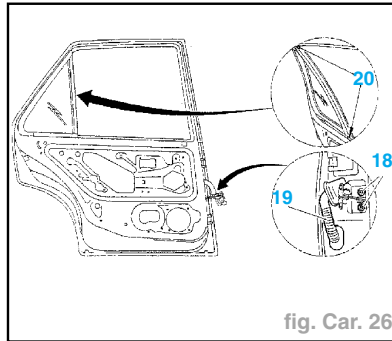

fig. Car. 26
- les écrous (10) (guide galet),
- le clip (11) en le faisant pivoter,
- le clip (12) d'articulation de commande de la serrure,
- la poignée intérieure (13) en désaccouplant la liaison avec la serrure,
- le voyant de sécurité enfant (14) en tirant vers soi,
- les vis (15),
- le joint de coulisse (16),
- les lèche-vitres (17) intérieur et extérieur.
- Déposer (fig. Car. 26) :
- le tirant de porte (vis (18)),
- le faisceau (19),
- les vis (20),